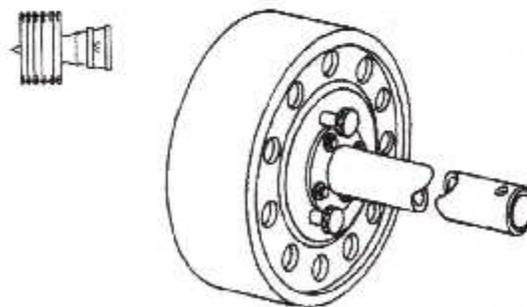
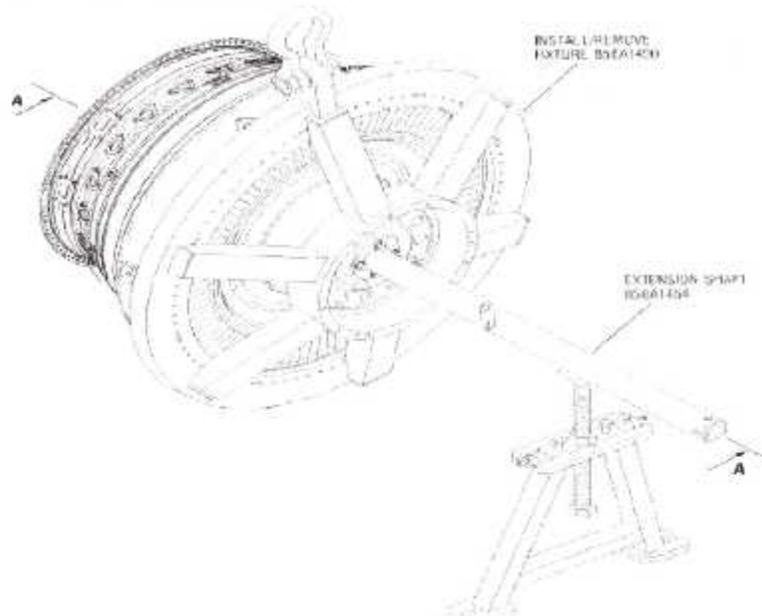

Fig. III. 90 : l'arbre de l'extension, 856A1454G01.
Fig. III.91 : Installation du Dispositif Installation/Enlèvement, 856A490G04 sur l'ensemble du carter HPT et 1 étage stator de LPT.
- f. Avec soin on installe l'arbre de l'extension, 856A1454G01, (fig.III.90) dans l'arrière de l'arbre de la HPT. (fig. III. 91).